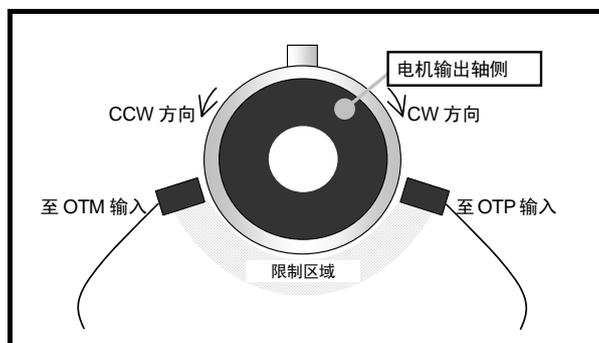

图 7-3: 安装硬行程限位传感器
- 关于限位传感器，以电机输出轴侧为视角，请设置作为 CW 方向限制的 OTP 和作为 CCW 方向限制的 OTM。（参照「图 7-3: 安装硬行程限位传感器」）